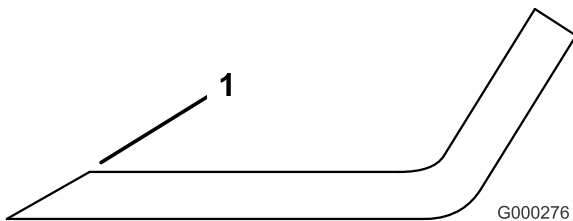

Figura 56
- Utilice una lima para afilar el filo de corte en ambos extremos de la cuchilla (Figura 56).